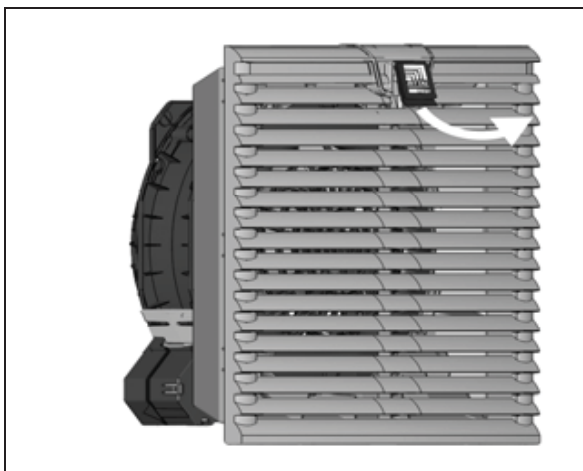

Imagen 6: Desbloqueo de la rejilla
- Para desbloquear la rejilla mueva el logotipo con el dedo un poco hacia arriba (ver imagen 6)